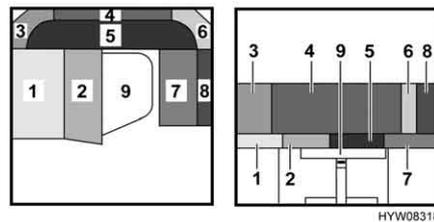

Fig. 62 Durante la trasformazione
- Collocare il cuscino dello schienale (Fig. 62, 1) sulla parete esterna. Rispettare la forma cuneiforme.
- Sistemare il cuscino del divano (Fig. 62, 2) sul cuscino dello schienale ribaltato. Rispettare la forma cuneiforme.